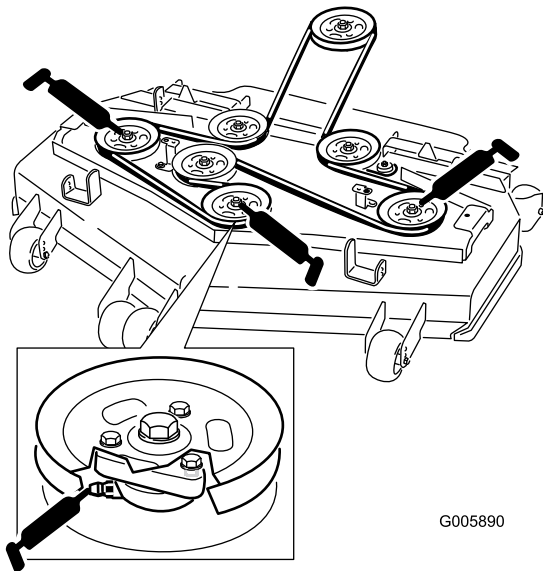

Figura 25
4. Engrase los tres cojinetes de los ejes debajo de las poleas hasta que rezume grasa de las juntas inferiores (Figura 25).
5. Lubrique los puntos de engrase de los brazos de empuje (Figura 25).